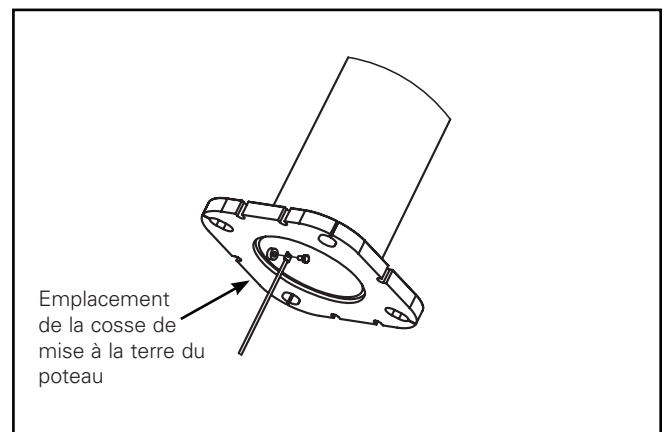

Figure 3. Détail du fil de terre du poteau
3. Déposez le poteau sur le dessus de la base du transformateur en utilisant les parties surélevées aux quatre coins de la base du transformateur comme guide (Figure 3).
4. Alignez les quatre fentes du poteau avec les trous de la base du transformateur. Installez quatre boulons de 2,5 cm (1 po) et la rondelle mince sur le dessus de la base (Figure 3).
5. Ouvrez la porte de la base du transformateur (Figure 3) et installez quatre écrous et la rondelle épaisse puis serrez les quatre écrous pour fixer fermement le poteau en place. Nous recommandons un couple de serrage d'au moins 17 Nm (150 pi-lb).